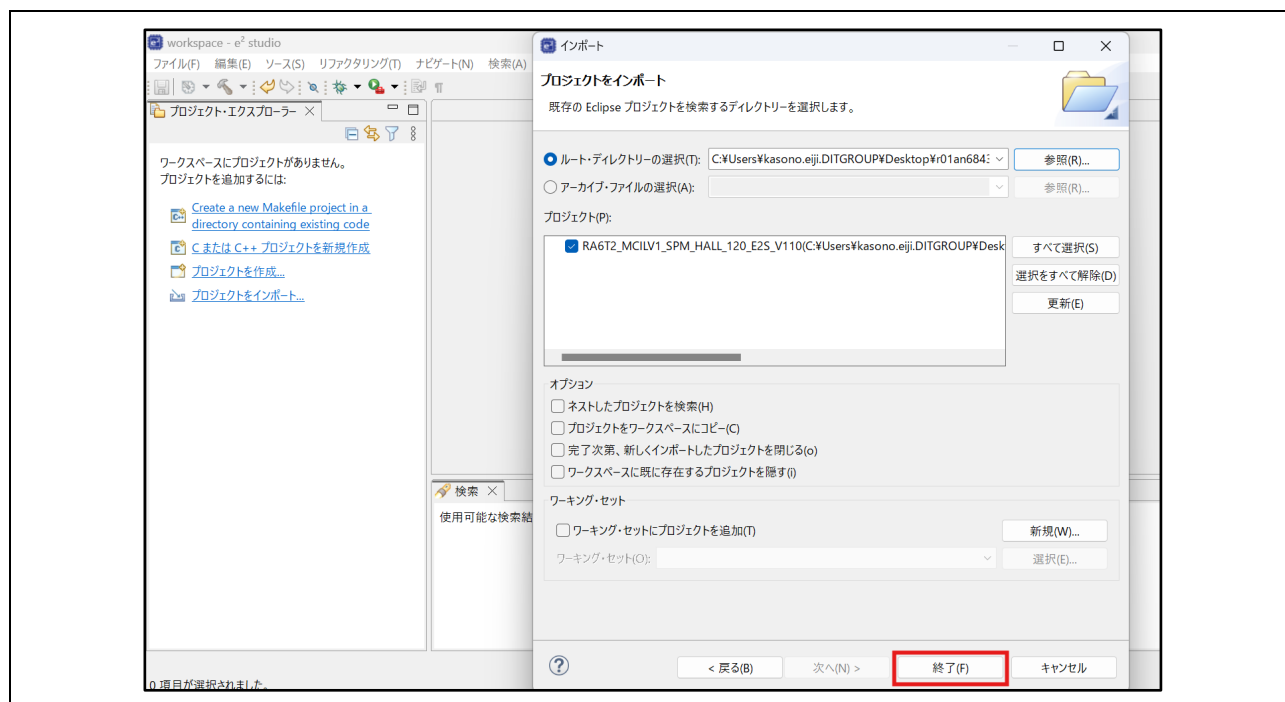

図 6-12 ターゲットファイル指定(6)
6. 正しくターゲットプロジェクトが読み込まれると図 6-12 のようになるので、確認して〈終了〉を左クリックします。